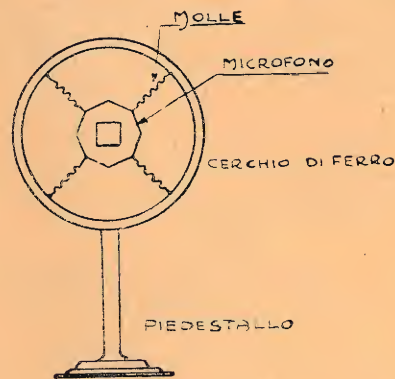

Fig. 40.
Il primario del trasformatore deve avere una resistenza almeno doppia di quella del microfono a riposo, e questo per la legge di Ohm, con la quale si dimostra che in un circuito si ha il massimo rendimento, quando la resistenza di sfruttamento è eguale a quella di generazione di energia (1). Occorre inoltre che il microfono sia sospeso con molle (fig. 40); in questo modo non viene influenzato da rumori che gli potrebbero arrivare per via meccanica, essendo il microfono per questi rumori un vero e proprio microscopio (da questa proprietà derivò il suo nome).